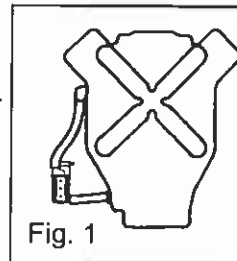

Fig. 1
- Couper le boyau du chauffe-moteur à la longueur minimale requise, mais conserver une élévation minimale de 12 po pour assurer une bonne circulation. Voir figure 1.